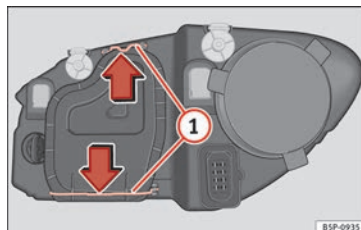

Fig. 178 Anabbagliante.
- Far scorrere i tiranti » fig. 178 ① nel senso della freccia e sfilare la chiusura.